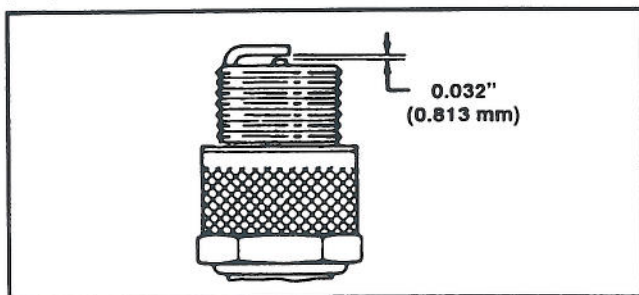

Figure 14
3. Régler l'écartement de l'électrode à 0,8 mm (0,032 pouce) (fig. 14). Installer la bougie ainsi préparée et le joint d'étanchéité. Serre à un couple de 20 N•m (15 pieds-livres).